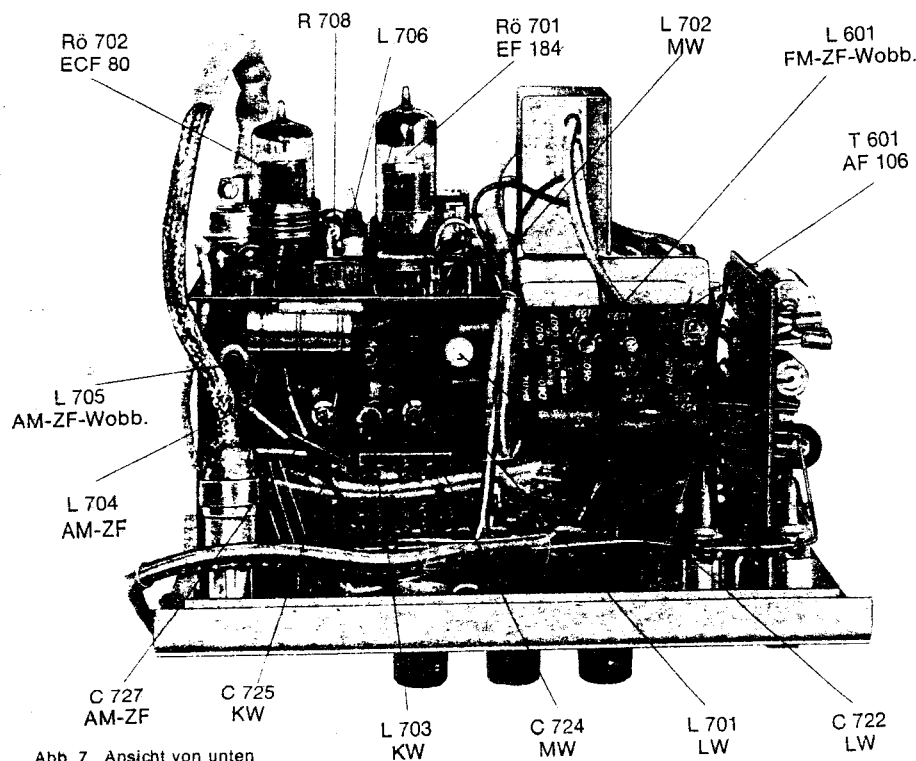

Abb. 7 Ansicht von unten
Die Tasten ZF (FM-Rdfk.) (13) und FM Mod. (8) drücken und den Hubregler im AM-Teil (15) auf Linksanschlag drehen. Die Spannung am oberen Ende von R 422 beträgt ca. 3,4 V_{ss} 1 kHz. Sie muß um ca. 10 % abfallen, wenn der Hubregler (15) herausfedernd auf Rechtsanschlag gedreht wird (einstellbar mit Regler R 708 siehe Abb. 7).
Sollte die Frequenzunsicherheit der Sender $\pm 1\%$ übersteigen, so ist eine Korrektur durch wechselseitiges Nachgleichen auf folgende Frequenzen möglich. Die Lage der Abgleich-elemente ist den Abb. 7 und 8 zu entnehmen.